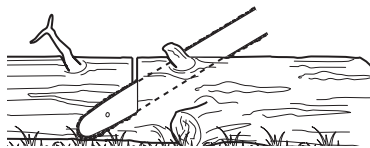

Fig.30
- > Pour une coupe plus facile, suivez les principes de base suivants : si le tronc est surélevé sur toute sa longueur (Fig.30), coupez-le par le dessus.